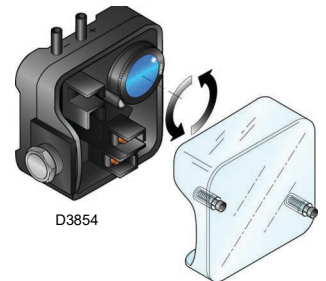

Fig. 24
- Régler le pressostat air (Fig. 24) au début de l'échelle.